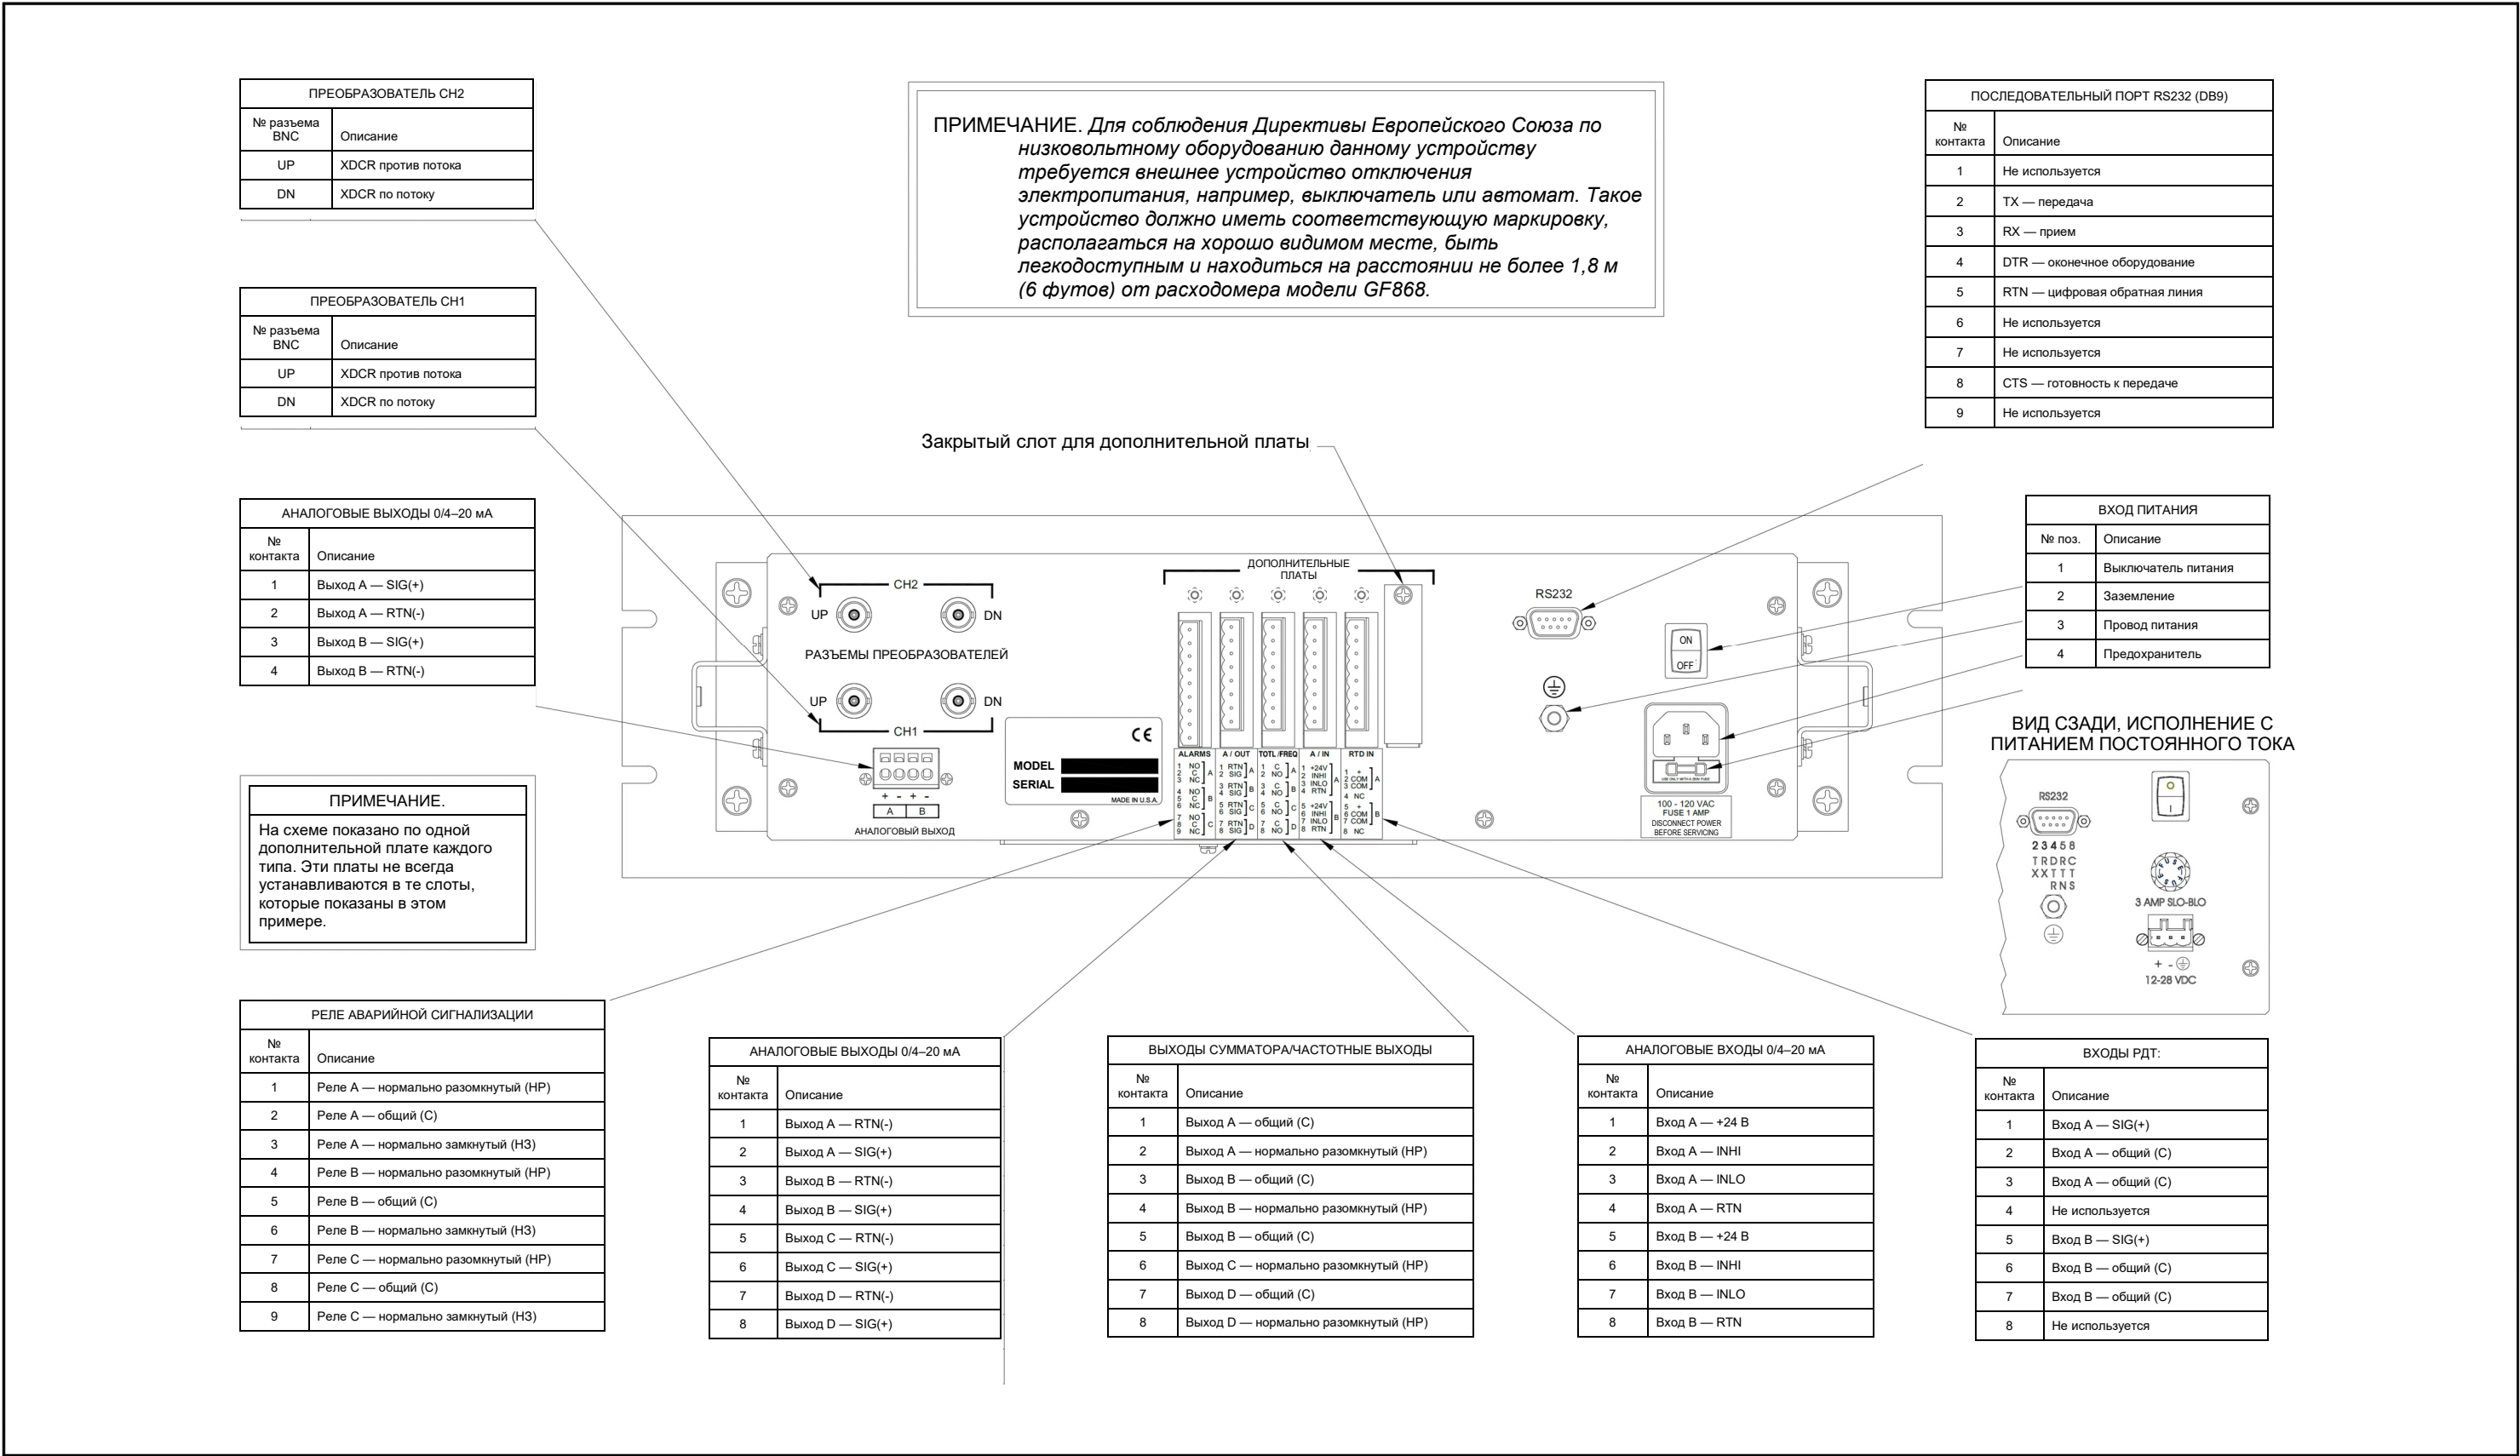

Рис. 15. Корпус расходомера модели GF868 для монтажа в стойку — электрическая схема
Для расходомера модели GF868 в исполнении для монтажа в стойку требуются такие же электрические соединения, что и для стандартного исполнения. Однако расположение и тип разъемов, используемых для различных компонентов, отличаются. См. рис. 15 на стр. 54 и выполните следующие действия:
- a. Приобретите и подготовьте подходящий последовательный кабель. Этот кабель должен быть оборудован стандартной гнездовой разъемом DB9 с разделкой проводов, аналогичной показанной на рис. 15 на стр. 54, для подключения к задней панели расходомера модели GF868. Другой конец кабеля должен соответствовать внешнему устройству.
6. Подключите все установленные *дополнительные платы* в том же порядке, как описано в Главе 1 «Установка» настоящего руководства, и с использованием схемы расположения контактов, показанной на рис. 15 на стр. 54.